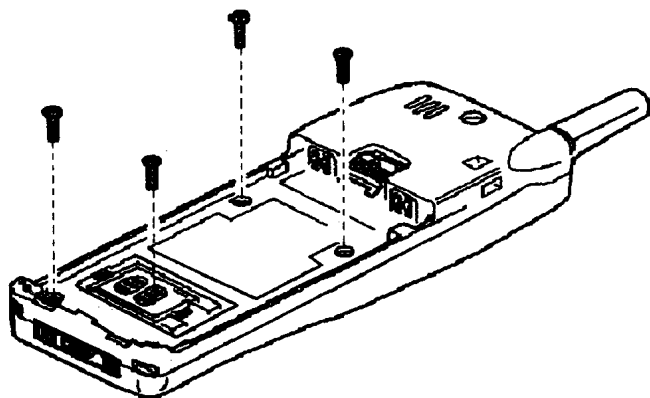

图 1-1 拆机步骤之一
(1) 先取下手机电池，然后用螺丝刀将4颗螺丝钉取下（见图1-1）。